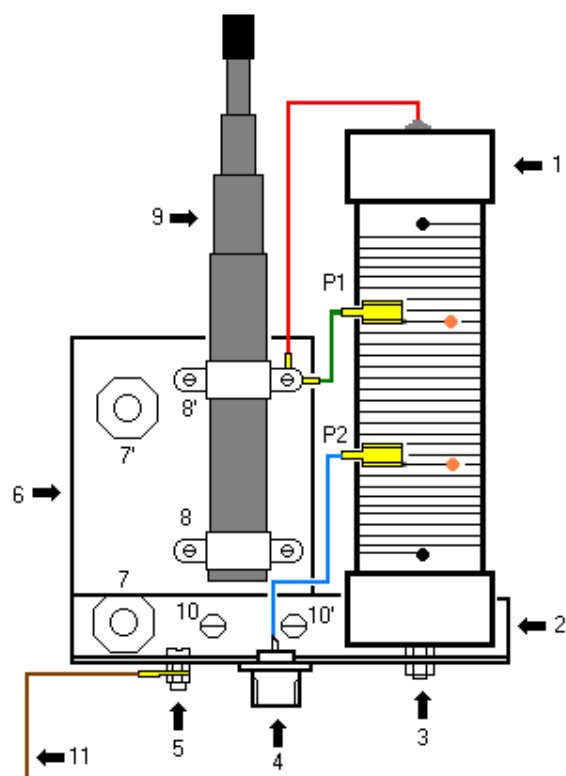

Fig. 2 Vista global de la antena
La antena "CASAGLIA", como puede verse en la **Fig.2** resulta constituida por la bobina (1) soportada en un perfil de aluminio (2) a su vez sujeto a una placa de material plastico (6) mediante los tornillos (10),(10') y el tornillo del sistema de fijacisn (7) .
Una vez terminada la construcción de la bobina L proceder a la mecanización del perfil de aluminio y de la placa de material plástico guiándose por la **Fig. 2**.